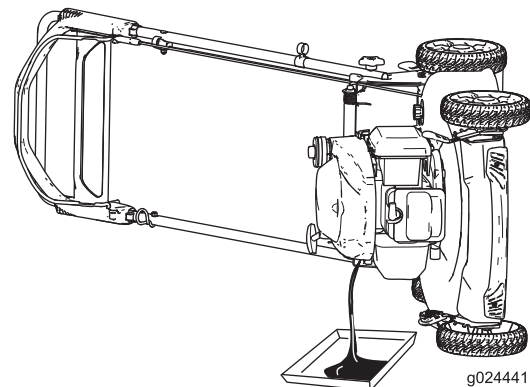

Figura 30
4. Coloque la máquina de lado con la varilla de aceite hacia abajo para drenar el aceite usado a través del tubo de llenado de aceite (Figura 30).